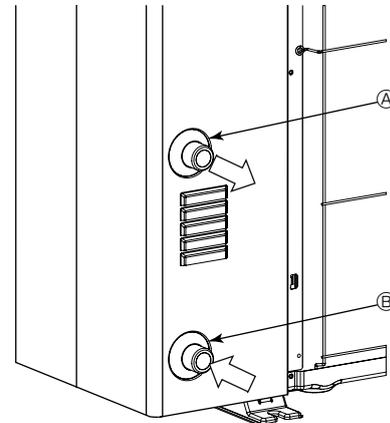

Fig. 5-1
5.1. Σύνδεση σωληνώσεων νερού (Fig. 5-1)
- Η θέση των σωληνίων εισαγωγής και εξαγωγής φαίνεται στην Fig. 5-1.
[Fig. 5-1]